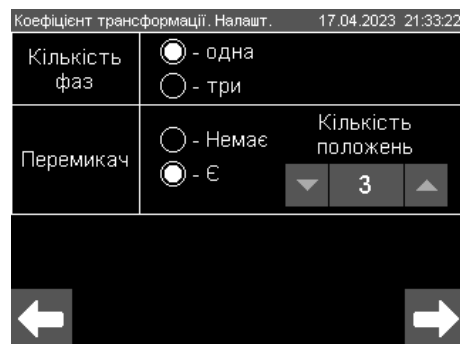

Рисунок 6.48
9) У випадку, якщо в схемі трансформатора присутній **Перемикач**, слід при виконанні п. 3 цього розділу поставити відповідну позначку (рисунок 6.48) і вказати кількість його положень, а значить, кількість режимів роботи трансформатора.